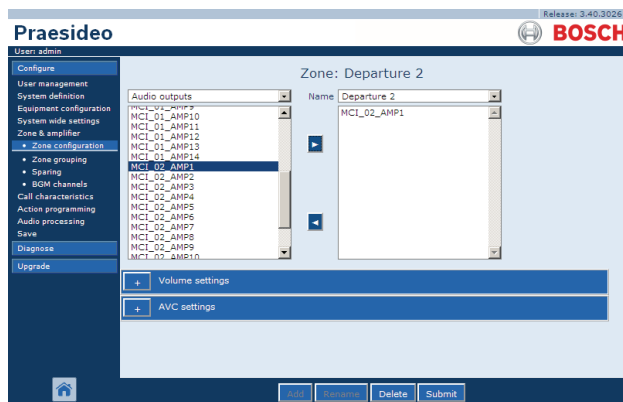

figura 46.5: Agregar zona, paso 5
- Haga doble clic en la salida seleccionada o haga clic en el botón *>* para agregar la salida a la zona (véase figura 46.5).